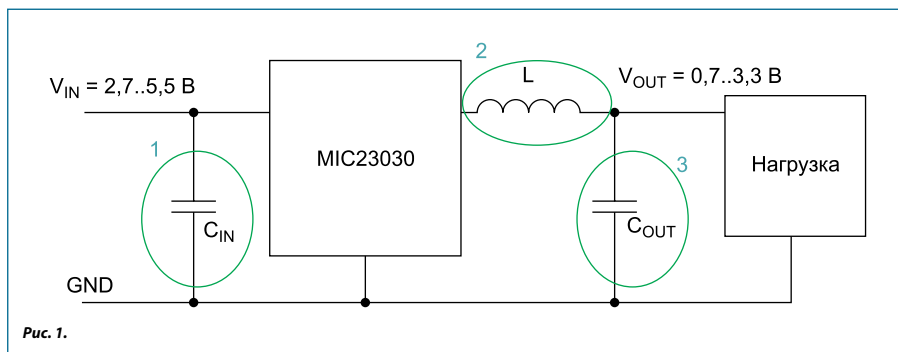

Рис. 1.
- минимальное количество внешних компонентов (2 конденсатора и катушка, рис. 1);